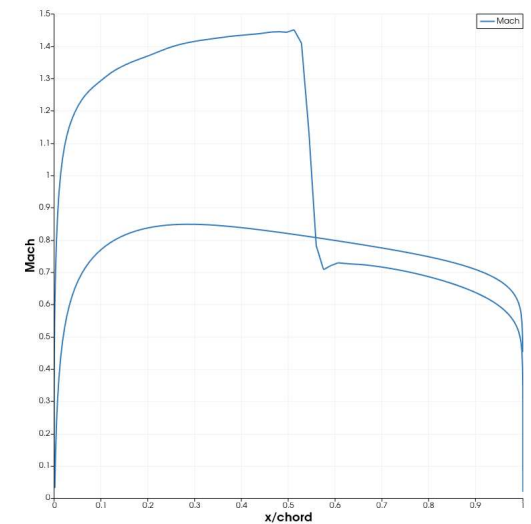

Fig. 13 Mach Plot
- Fig. 12의 상부 표면 전방에서 국소 마하수는 빠르게 증가하며, Fig. 13 에서도 $x/c = 0$ 부근에서 상부 곡선이 급격히 상승하는 것을 확인할 수 있다.
- **Fig. 13 (Mach Plot):** 앞전 가속 - 초음속 구간 - 충격파 통과 후 아음속 전환의 흐름이 뚜렷이 나타남